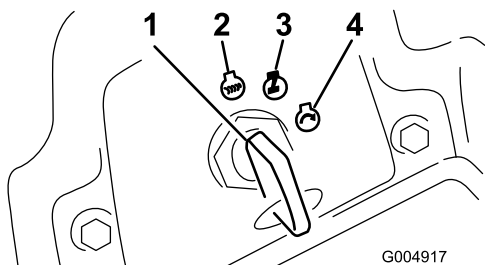

Figura 16
5. Gire la llave de contacto a la posición Marcha (Figura 16).
2. Gire la llave de contacto a la posición de Desconectado (Figura 16). Espere a que se detengan todas las piezas en movimiento antes de abandonar el puesto del operador.